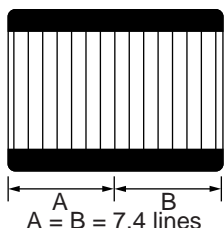

Fig. 1
4. Adjust V-POS, H-PIN (Fig. 1) and H-KEY (Fig. 2).